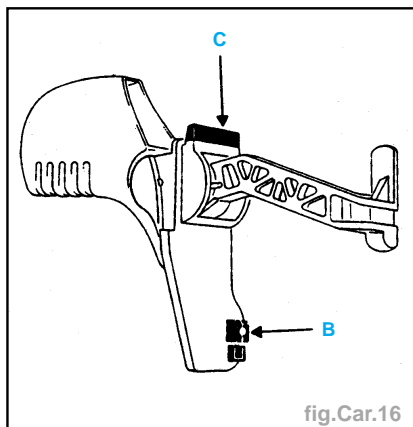

fig.Car.16
- À l'aide d'un outil (type tournevis plat), déclipser la partie **(B)** en faisant attention de ne pas blesser la peinture (fig.Car.16).